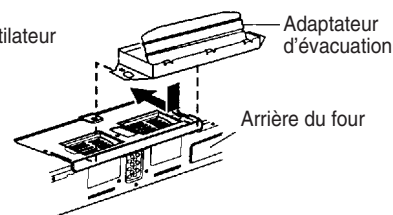

Figure 22
- Fixer l'adaptateur de l'évacuation à la plaque du ventilateur en le glissant dans le guide. Voir la figure 22.